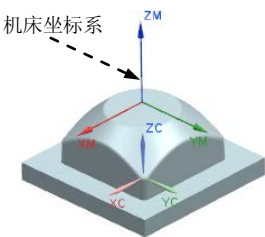

图 5.3 创建机床坐标系
Step2.单击“CSYS”对话框 **操控器** 区域中的“操控器”按钮, 系统弹出“点”对话框; 在“点”对话框的 **Z** 文本框中输入值 65.0, 单击 **确定** 按钮, 此时系统返回至“CSYS”对话框; 在该对话框中单击 **确定** 按钮, 完成图 5.3 所示的机床坐标系的创建。